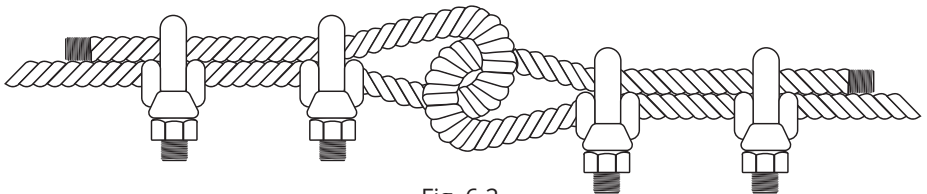

Fig. 6.2
6.2 Una vez que todos los cables estén apretados y correctamente colocados, asegúrese de colocar los candados para cable de seguridad (N/P: 01001092) como se muestra en la fig. 6.2